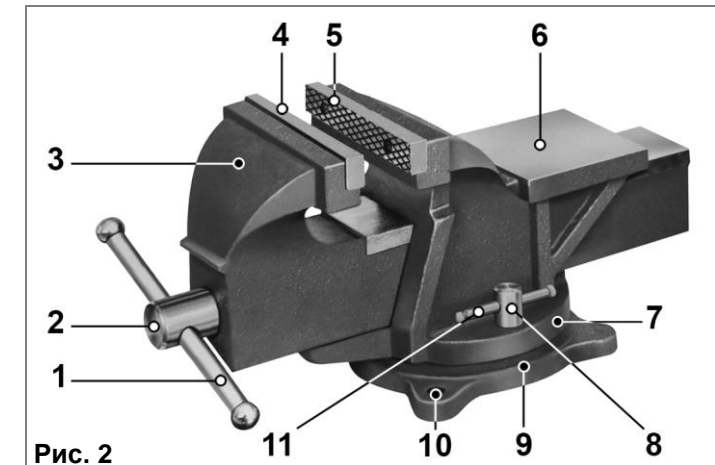

Рис. 2
5. УСТРОЙСТВО ТИСКОВ (Рис. 2)
6. УСТАНОВКА ТИСКОВ, ЗАКРЕПЛЕНИЕ ЗАГОТОВКИ (Рис. 2)
7.3. Периодически смазывайте все сопрягаемые поверхности и резьбу ходового винта (2), Рис. 2.